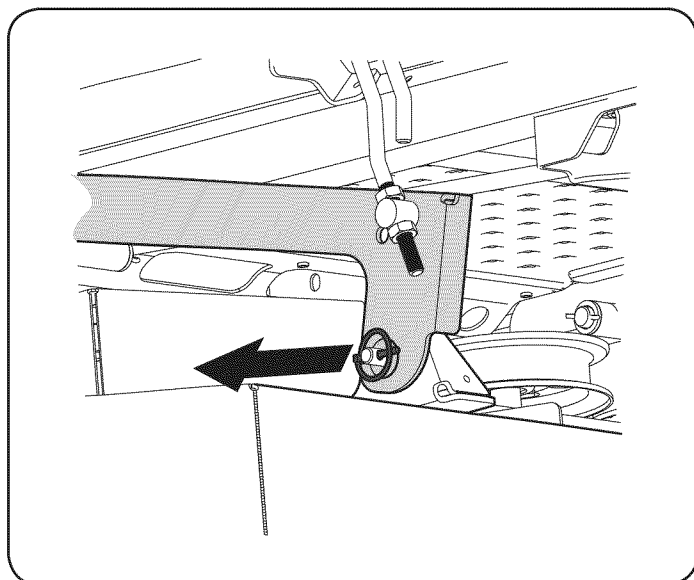

Figura 36
6. Ubique los pasadores de liberación de la plataforma del lado izquierdo y del lado derecho que se encuentran a cada lado de la plataforma. Tire de los pasadores de liberación hacia afuera y suelte la plataforma de los brazos de elevación del lado derecho e izquierdo de la plataforma. Vea la Figura 36.